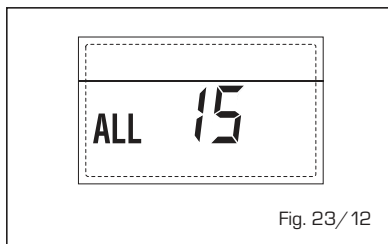

Fig. 23/12
- ANOMALÍA Sonda EXTERNA "ANOMALÍA PARPADEANTE" (fig. 23/13)